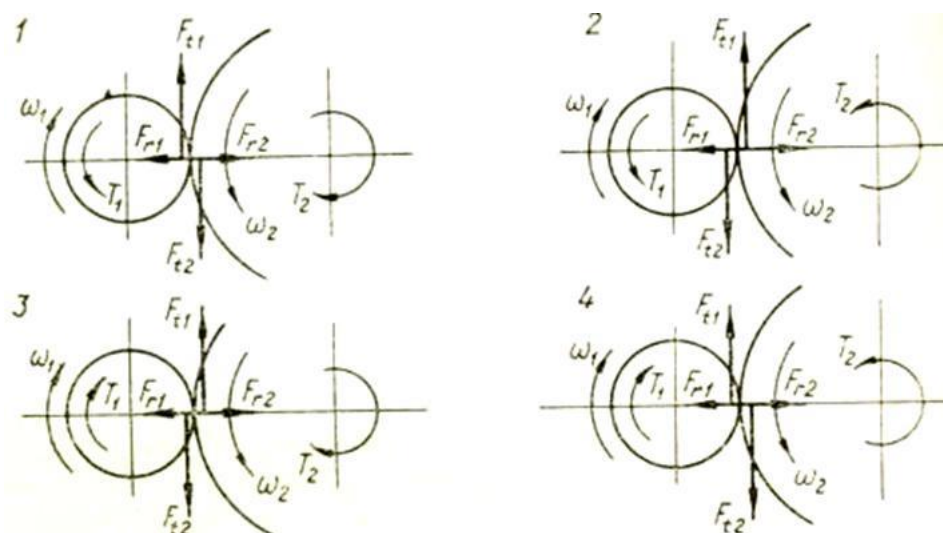

Рис. 7
3.59. Какая схема действия сил и моментов в зубчатой паре верна (рис. 7)?